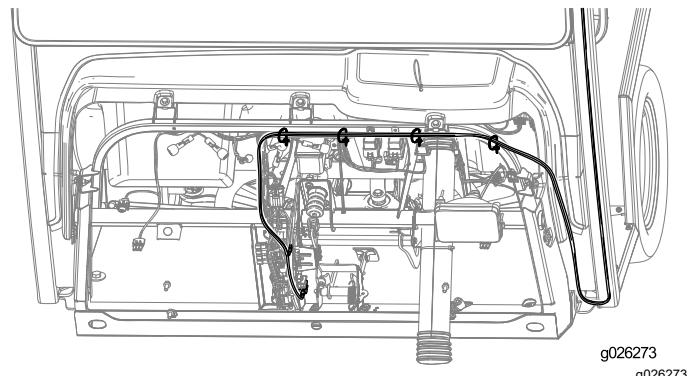

Bild 33
1. Verlegen Sie den Kabelbaum, wie in Bild 33 abgebildet, und befestigen Sie ihn mit vier Kabelbindern.